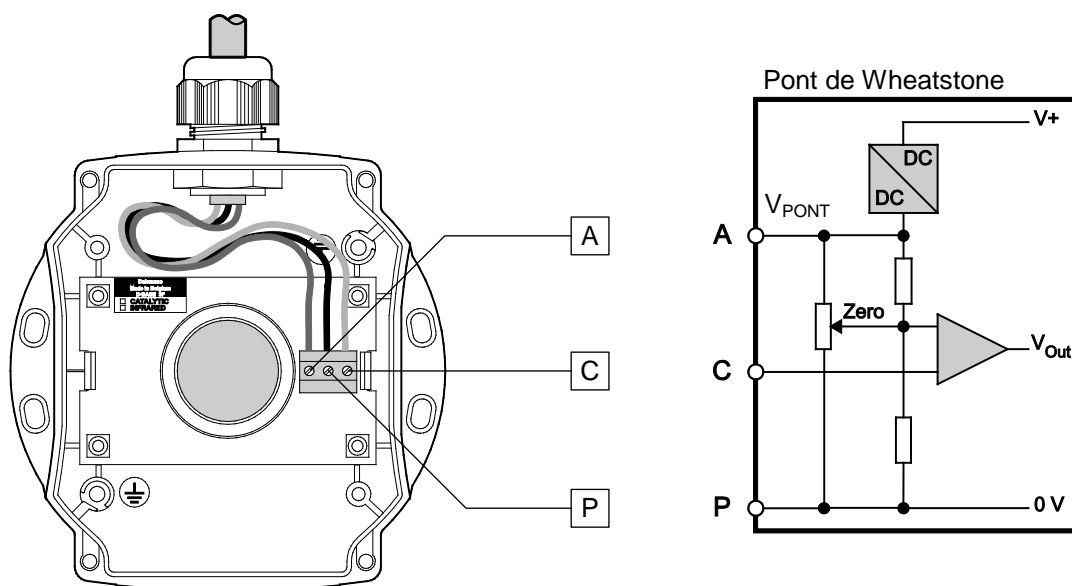

Figure 6: raccordement du D•TEX3F
- Vérifiez que le raccordement est conforme au schéma de la Figure 6.
- Fixez la nouvelle carte dans le boîtier et rebranchez le câble comme indiqué à la Figure 6.
- Réfixez la carte dans le boîtier et rebranchez le câble comme indiqué à la Figure 6.